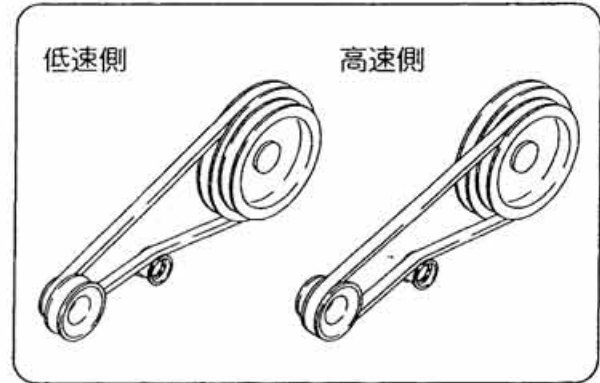

図21
3) 変速のしかた (図21)
- ① ベルトの掛替えによって前進2段、後進2段の速度が得られます。